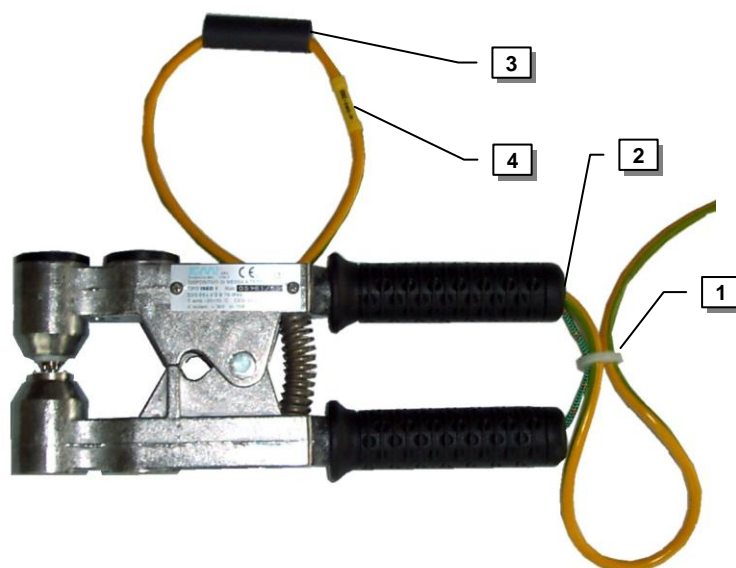

Fig. 1
- Infilare il cavo nei due fori degli "occhielli antistrappo" (ved. 1 in fig. 1)
- Inserire il cavo nel manico del corpo pinza attivo (ved. 2 in fig. 1)
- Infilare il cavo nella guaina termorestringente fornita con la pinza (ved. 3 in fig. 1)
- Spelare il capo del cavo e giuntarlo al cavo della pinza tramite la crimpatura del connettore di testa giallo fornito con la pinza (ved. 4 in fig. 1)